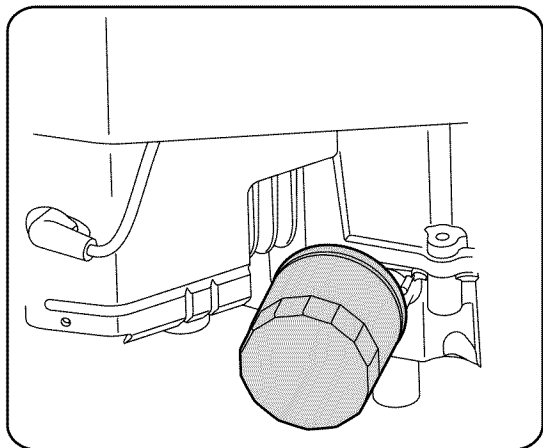

Figura 18
- Desde el lado izquierdo del motor, retire el filtro de aceite usando una llave para filtro de aceite de automóviles (Vea la Figura 18). Limpie el adaptador del filtro con un paño limpio.